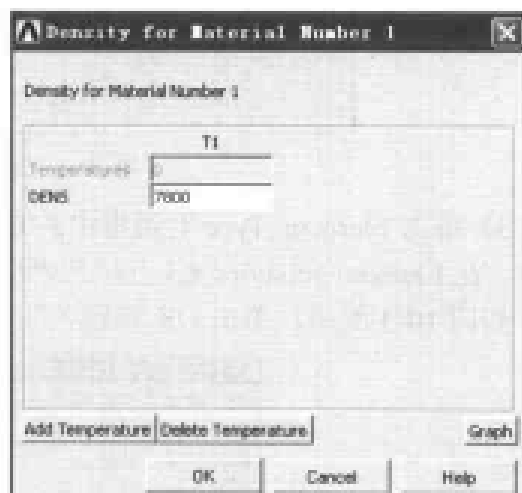

图 10-7 输入密度对话框
(4) 双击 Define Material Model Behavior 对话框上的 Density 按钮, 出现 Density for Material Number 1 对话框, 在文本框中输入钢的密度 7800, 如图 10-7 所示, 单击 OK 按钮关闭该对话框。